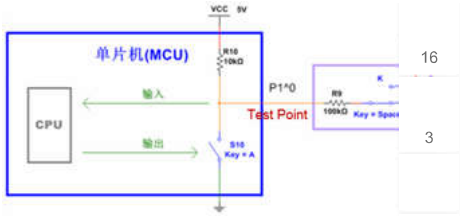

图 8
- 2. 双向端口作为输入时是真正的高阻态，而准双向IO作为输入端口时，输入阻抗不为高阻，于是有可能出现如本文图 8所示的问题。